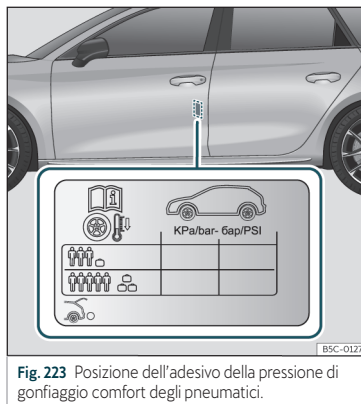

Fig. 223 Posizione dell'adesivo della pressione di gonfiaggio comfort degli pneumatici.
- Adattare la pressione degli pneumatici al carico del veicolo »» fig. 223.
I valori della pressione di gonfiaggio degli pneumatici sono riportati sull'etichetta adesiva situata nella zona posteriore del telaio della porta anteriore sinistra »» fig. 223.
Adeguare la pressione di gonfiaggio degli pneumatici al carico del veicolo. Se il veicolo verrà caricato al massimo, è necessario aumentare la pressione di gonfiaggio al valore di carico più elevato indicato sull'etichetta adesiva »» fig. 223.
Nel caso del ruotino di scorta (125/70 R16 o 125/70 R18), gonfiare a 4,2 bar come indicato nell'etichetta della pressione degli pneumatici »» **fig. 223**.
- Il conducente è responsabile che tutti gli pneumatici del veicolo siano gonfiati alla pressione corretta. La pressione di gonfiaggio consigliata è indicata in un adesivo »» **fig. 223**.
- Con gli pneumatici freddi, si deve mantenere sempre la pressione indicata sull'adesivo »» **fig. 223**.